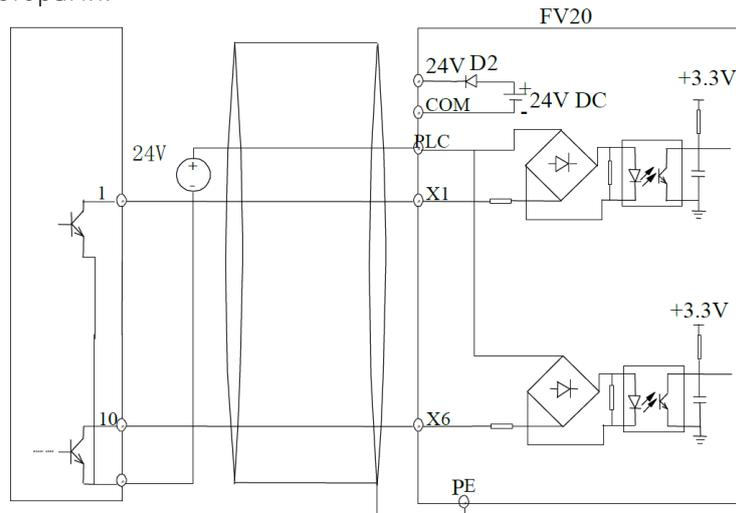
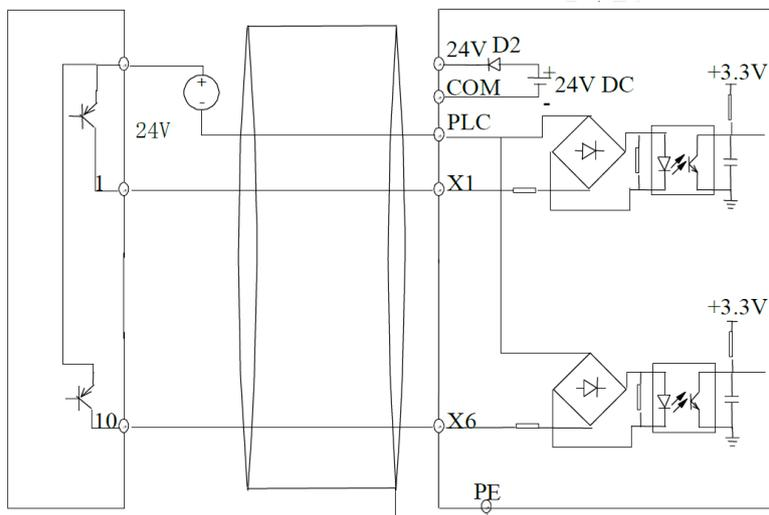

Рисунок 20 – Использование внешнего источника тока для ключей NPN.
Рисунок 21 – Использование внешнего источника тока для ключей PNP.
3) Использование внешнего источника тока для контроллеров с NPN (рисунок 20) и PNP (рисунок 21) транзисторами.